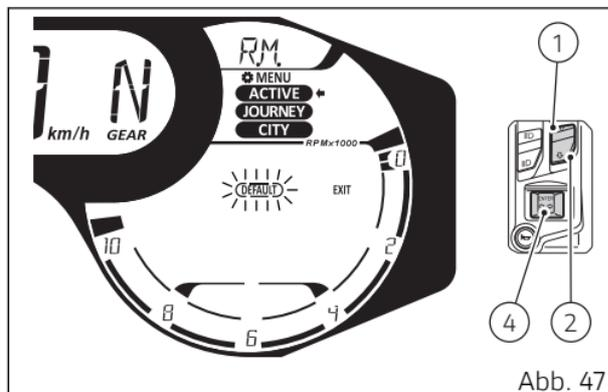

Abb. 47
Über die Taste (1) oder (2) die Angabe „DEFAULT“ mit blinkender Umrandung (Abb. 47) wählen.